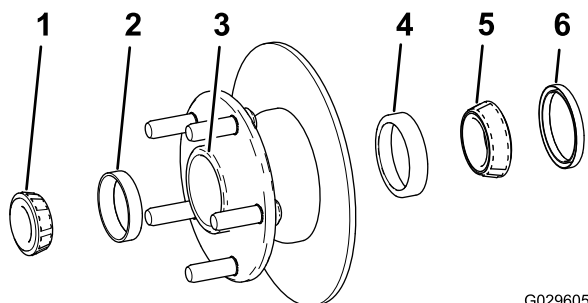

Figura 31
1. Retire o rolamento exterior e a correia do rolamento do cubo (Figura 31).
2. Retire o vedante, o rolamento interior e a correia do rolamento do cubo (Figura 31).
5. Limpe a cavidade do cubo de lubrificante, sujidade e detritos (Figura 31).
7. Coloque as correias do rolamento interior e exterior no cubo (Figura 31).
8. Encha a cavidade do cubo 50 a 80 % com o lubrificante especificado (Figura 31).
9. Monte o rolamento interior na correia no lado interior do cubo e coloque o vedante (Figura 31).